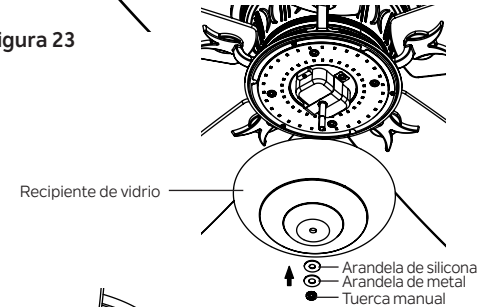

Figura 24
Paso 3. Levante la pantalla de vidrio hasta el kit de luces, lo que permite que la varilla roscada pase por el orificio central en la parte inferior de la pantalla de vidrio. Coloque la arandela de silicona y la arandela de metal sobre la varilla roscada, luego atornille la tuerca manual en la varilla roscada hasta que quede apretada. NO AJUSTE EN EXCESO. (Figura 24)
Paso 1. Retire la placa de pared existente y el interruptor antiguo de la caja de salida de pared. Cablee los cables NEGROS (vivos) junto con el conector e introdúzcalos nuevamente dentro de la caja de salida. (Figura 24)